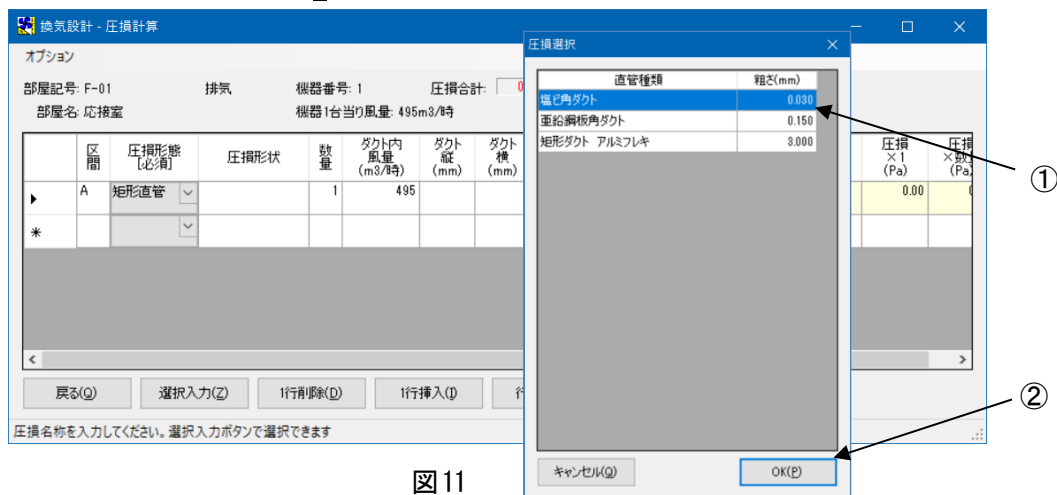

図 11
- ・ 該当の [直管種類] (図 11-①) を選択し、**[Enter]** キーを押してください。
ダブルクリック、又は **[OK (P)]** ボタン (図 11-②) をクリックしても選択できます。